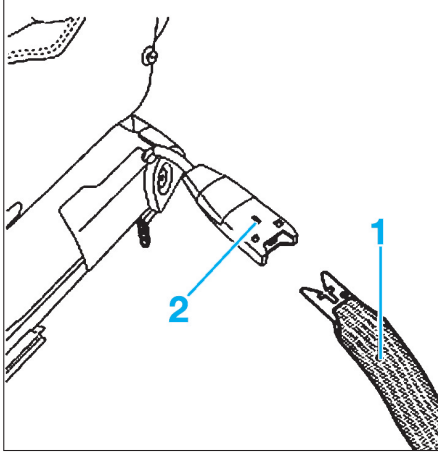

FIG. 18
- Dégrafer la ceinture (1) de sa patte de fixation en appuyant sur le verrou (2) (Fig.18).